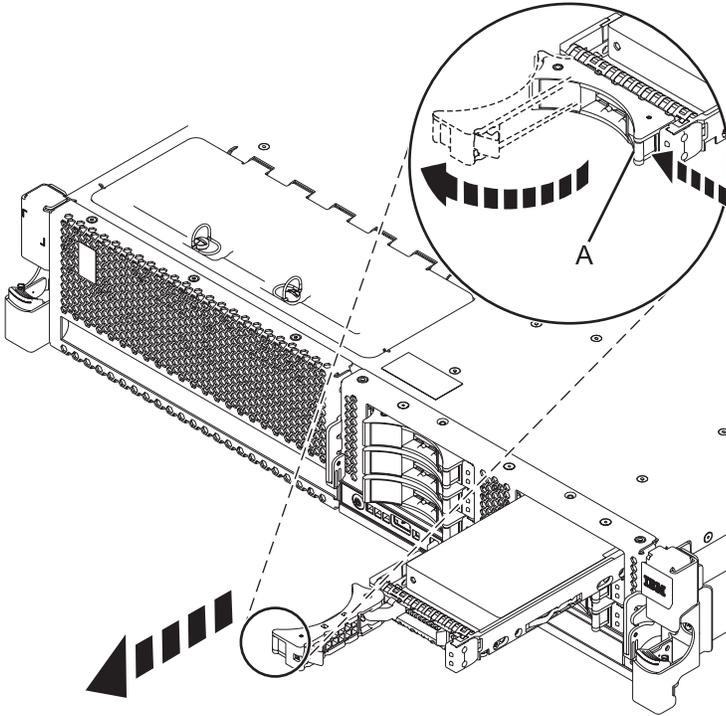

Figure 17. Retrait de l'unité de disque du fond de panier
- 2) Placez une main sous l'unité de disques et tirez avec précaution l'unité de disques du système, comme indiqué dans la figure 17, à la page 32.